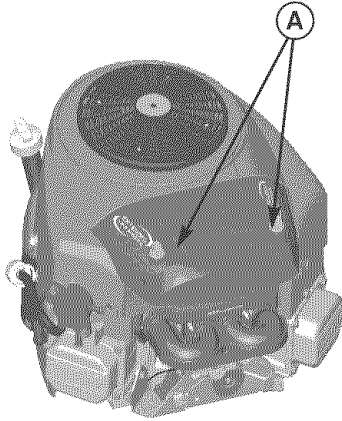

Figura 32. Cubierta del Filtro de Aire
1. Afloje los tornillos de la tapa del filtro de aire (A, Figura 32) y quite la tapa.
6. Reinstale la tapa del filtro de aire y apriete los tornillos (A, Figura 32).